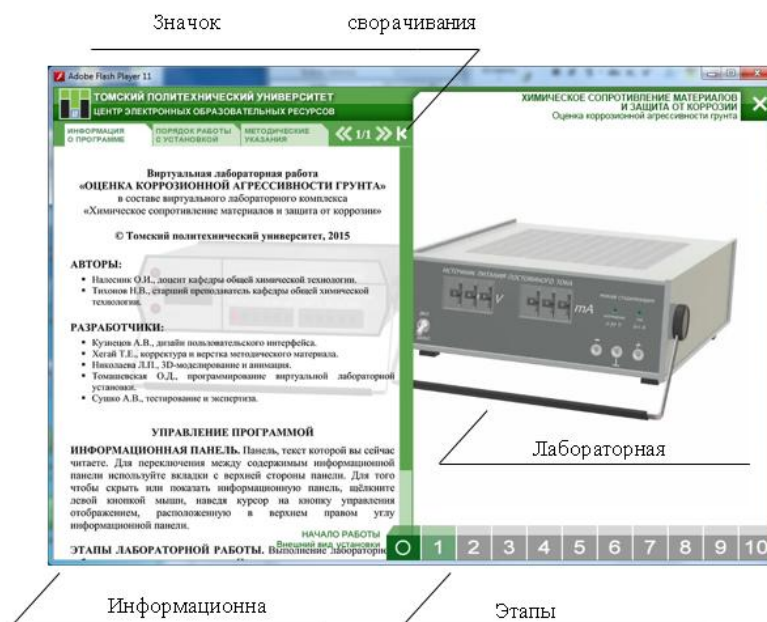

Рисунок 1 – Интерфейс ВЛР
3. Запустить двойным щелчком файл «Лабораторная установка», откроется окно ВЛР (рисунок 1), основными элементами которого являются: